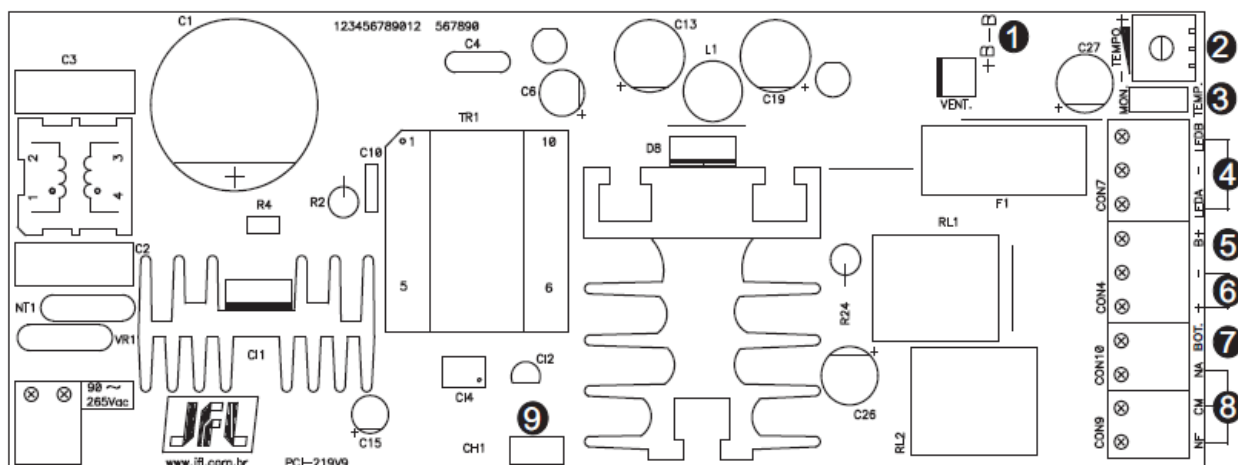

Figura 1
POWER - 512 PLUS es una fuente de alimentación 12Vc.c, que se puede utilizar por cualquier producto que necesite una corriente máxima hasta 5 amperes. En ausencia de energía eléctrica, la carga pasa a alimentarse de una batería conectada en la entrada +B y -B (función NO-BREAK). El tiempo de duración de la batería depende de la corriente que se está suministrando a la carga. La fuente tiene protección contra corto circuito de salida (+ y -), protección contra inversión polaridad (+B y -B) protección de batería baja y un relé de contacto seco multifuncional, con la opción de monitoreo de la red AC o salida temporizada para accionamiento de cerradura eléctrica o magnética. El modo de funcionamiento del relé se selecciona por el jumper (3) de acuerdo con la Figura 1.
La figura 1 presenta la POWER – 512 PLUS y sus componentes principales: